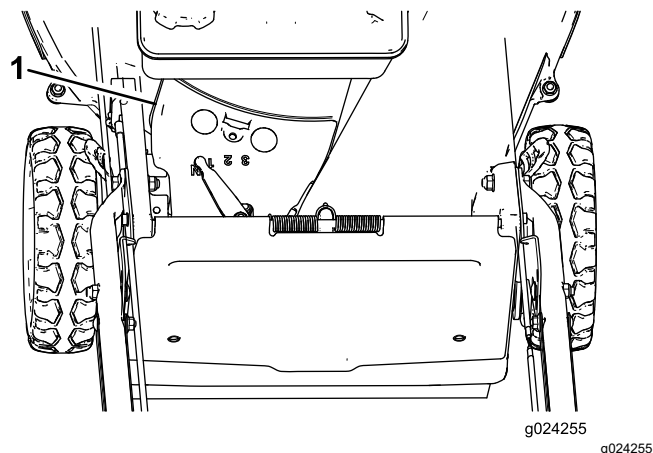

Figure 31
3. Enlevez le couvercle de courroie (Figure 31) du carter du tablier de coupe.